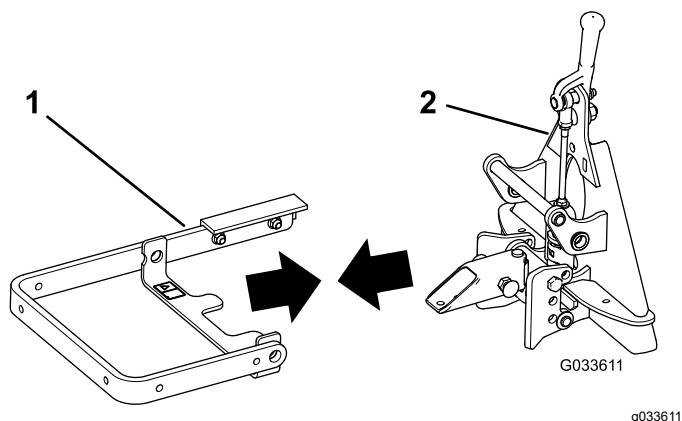

Figure 4
1. Alignez les trous dans le bras de levage et les trous dans l'ensemble QAS (Figure 4).